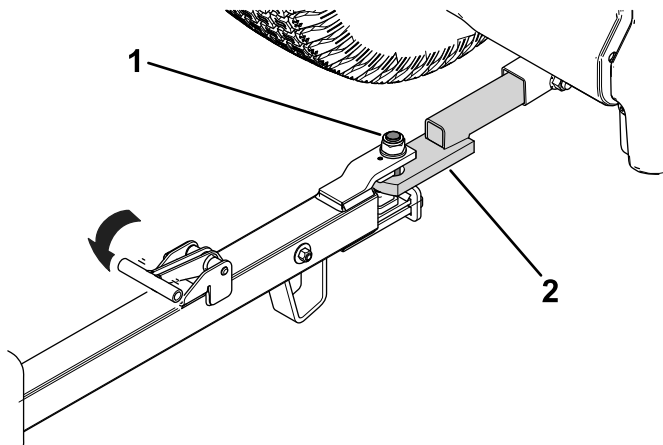

Figura 6
2. Allineate il perno del timone con l'attacco di traino del veicolo di traino (Figura 6).
3. Rilasciate la maniglia del timone (Figura 6) per fissare il rimorchio all'attacco di traino del veicolo di traino.